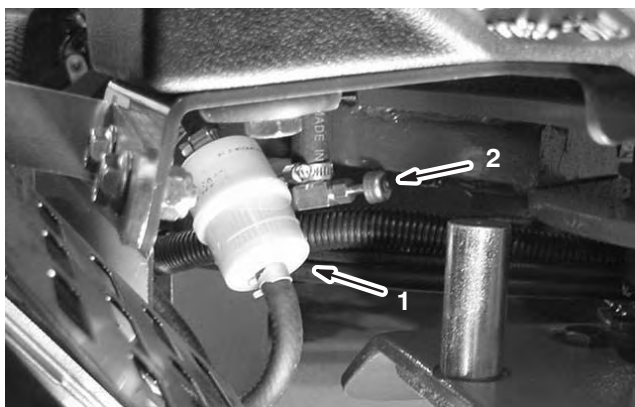

Figure 50
3. Fermez le robinet d'arrivée de carburant (Fig. 50).
4. Pincez les extrémités des colliers et faites glisser ceux-ci pour les éloigner du filtre (Fig. 50).
6. Posez un filtre neuf et rapprochez les colliers de fixation du filtre (Fig. 50).
8. Ouvrez le robinet d'arrivée de carburant (Fig. 50).
2. Fermez le robinet d'arrivée de carburant (Fig. 50).
3. Desserrez le collier de serrage au niveau du filtre à carburant et repoussez-le le long de la conduite d'alimentation pour l'éloigner du filtre (Fig. 50).
4. Débranchez la conduite d'alimentation du filtre (Fig. 50). Ouvrez le robinet d'arrivée de carburant et laissez l'essence s'écouler dans un bidon ou un bac de vidange.
5. Raccordez la conduite d'alimentation au filtre. Rapprochez le collier de serrage du filtre pour fixer la conduite d'alimentation (Fig. 50).